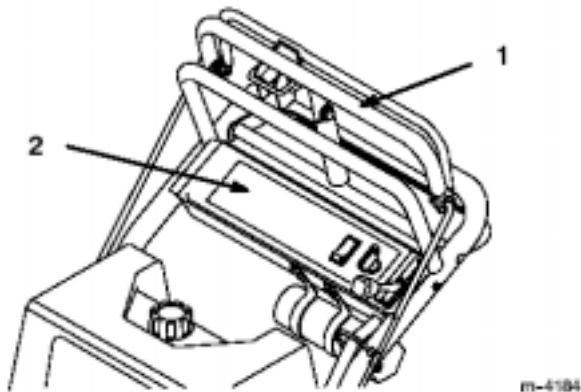

图14
- 3、慢慢下压高位控制手柄，使机器前行。（图14）要直行时，在高位手柄的两端施同等的压力。（图14）转弯时，在远离转弯方向的一端减轻压力。（图14）
- 3、慢慢握紧低位控制杆和手柄，机器后退。（图14）要直行时，在高位手柄的两端施同等的压力。（图14）转弯时，在远离转弯方向的一端减轻压力。（图14）